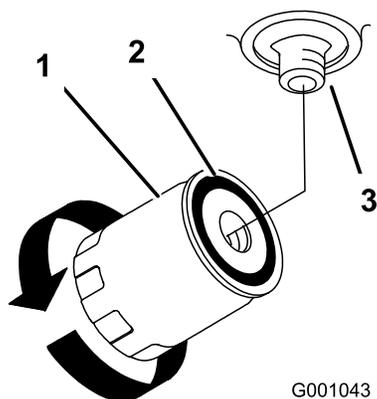

Figura 101
7. Spalmate un velo sulla guarnizione di gomma sul nuovo filtro (Figura 101).
9. Riempite il serbatoio idraulico con il fluido idraulico fino a quando il fluido non fuoriesce da filtro e poi girate il filtro del fluido in senso orario fino a quando la guarnizione in gomma non viene a contatto con l'adattatore del filtro, poi serrate il filtro di un altro ½ giro (Figura 101).